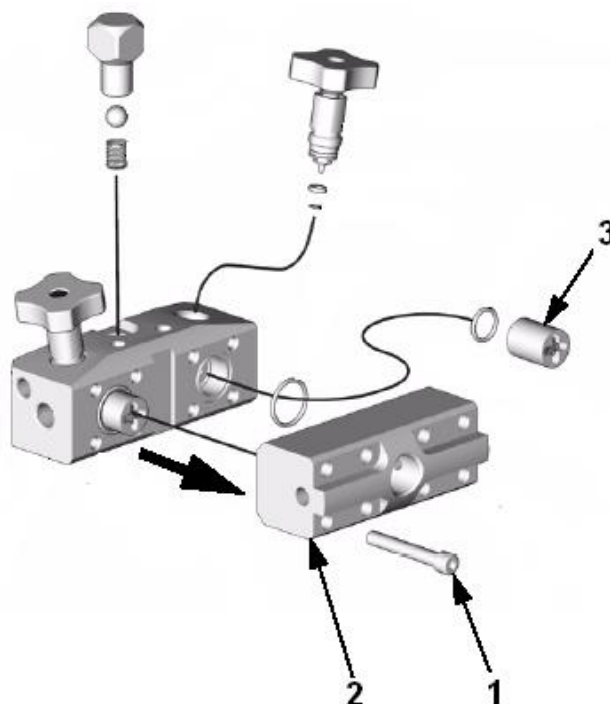

Рис.12
В случае необходимости раскрутите восемь болтов (1) снимите корпус (2) и промойте обратные клапана (3) рис.12.